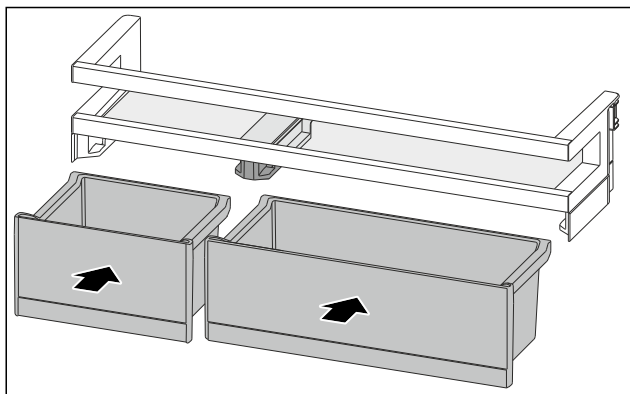

Fig. 88
- ▶ Vložte zásuvky VarioBox v zamenenom usporiadaní. (pozri Fig. 88)